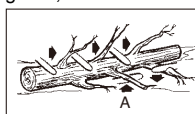

Fig. 12
Afkvistning er hvor man fjerner grenene fra et fældet træ. Undgå at fjerne støttende grene (A), før stammen er skåret i længder (Fig. 12). Grene under pres, skal skæres op fra bunden, for at undgå at saven kommer i klemme.